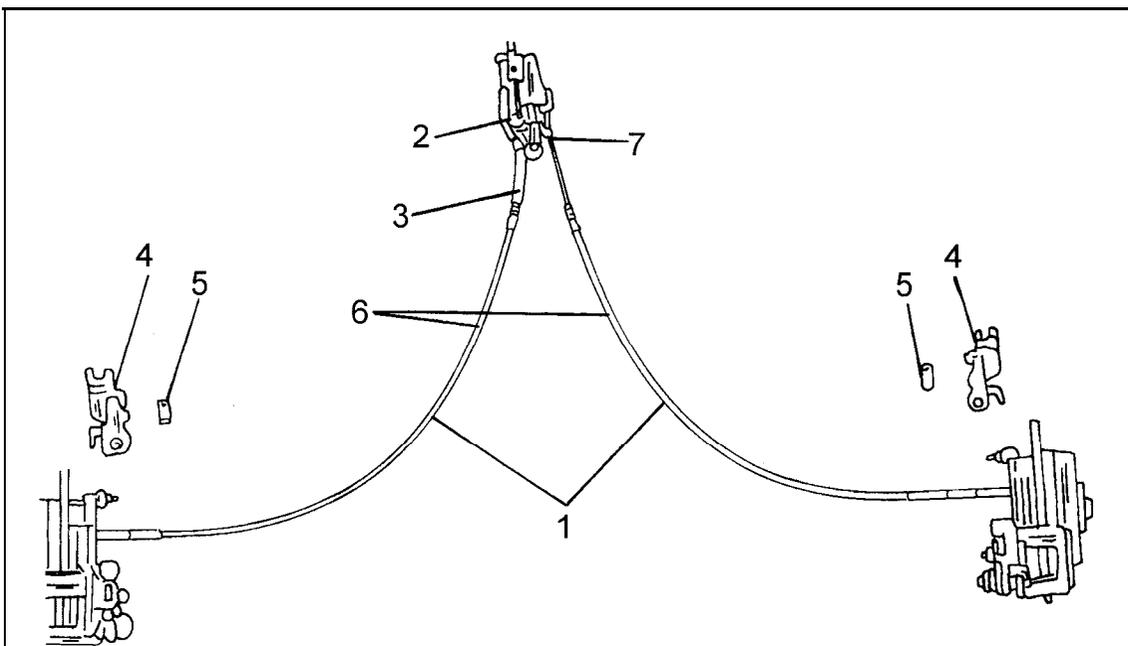

Bild 328
Bild 328 zeigt wie die beiden zu den Hinterradbremmen führenden Seileverlegt und befestigt sind. Im Gegensatz zum vorderen Seil lassen sich die beiden hinteren Seile, oder auch eines der Seile, ohne Schwierigkeiten erneuern. Die Arbeitsschritte sind auf beiden Seiten gleich.
- Die Einstellmutter (7) der Bremsseile lösen, bis die Handbremse locker sind.
- Das betreffende Bremsseil (1) vom Feststellbremsausgleichshebel aushängen. Dazu mit einem 13 mm-Gabelschlüssel die Einstellschraube verdrehen, bis das betreffende Seilende oder beide aus dem Hebel ausgehängt werden können.
- Bremsseil(e) von den Seilhalterungen freimachen. Diese sind an Stelle (6) in Bild 328 zu finden.